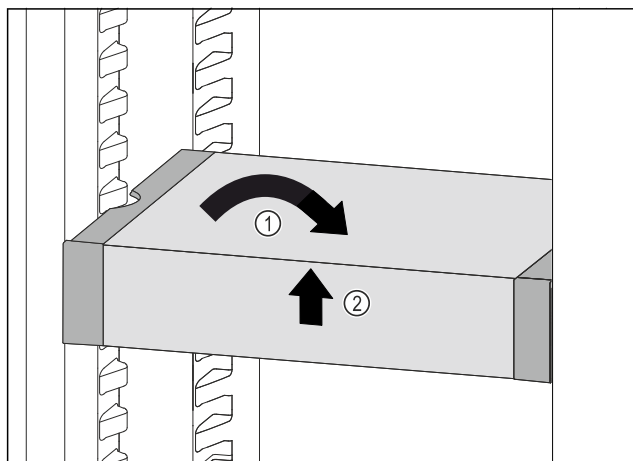

Fig. 198
- Vendorsni drejt VarioSafe. Fig. 198 (1)
- Ngrini lart VarioSafe në pjesën përpara. Fig. 198 (2)